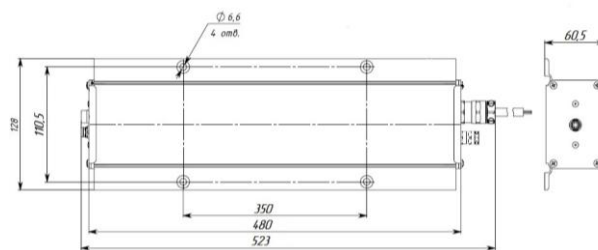
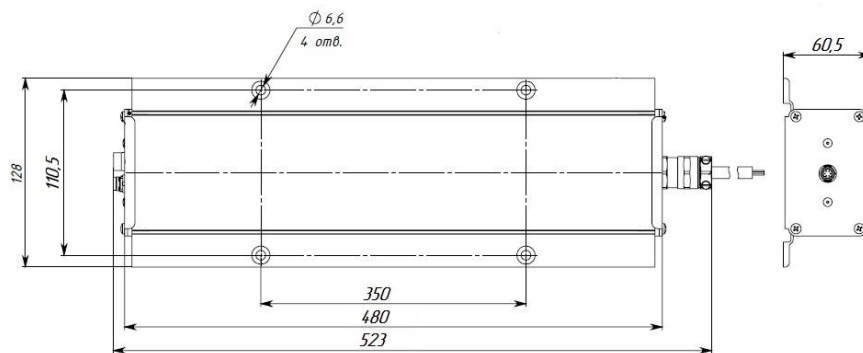

Рис. 5
Рис. 6
- драйвер (блок питания 120 Вт Master RGB (рис.5), блок питания 120 Вт Slave RGB (рис.6));